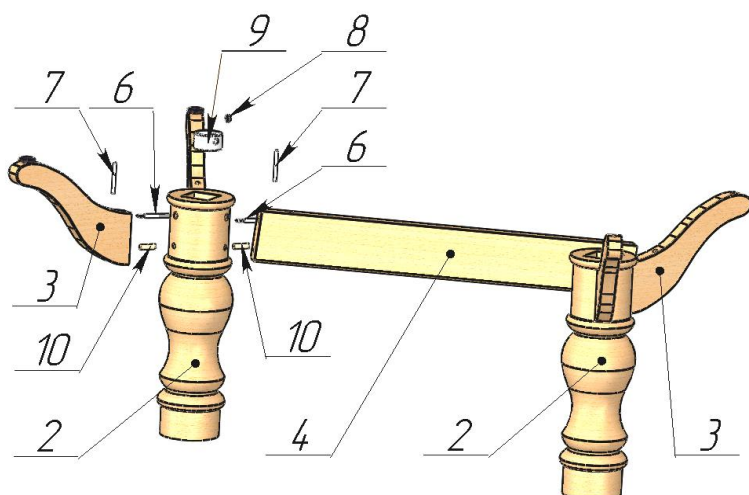

Рис. 1.
- 3.1 Определить места крепления опор (3) и проножки (4) к ногам (2) см. рис. 1.
- 3.2 Вставить шпильки (6) плоским концом с отверстием под штифт в боковые отверстия опор и проножки. В нижние отверстия опор и проножки вставить штифты (7) так, чтобы они попали в отверстие шпильки (6) рис.1.
- 3.3 Вставить кольца металлические (9) в отверстие расположенные в нижней части ног (2) рис.1.
3.5 Закрепить шпильки (6) изнутри колец металлических (9) гайками (8) не наживляя до конца рис.1.
3.6 Подтянуть равномерно все гайки (8) внутри металлического кольца (9) рис.1.